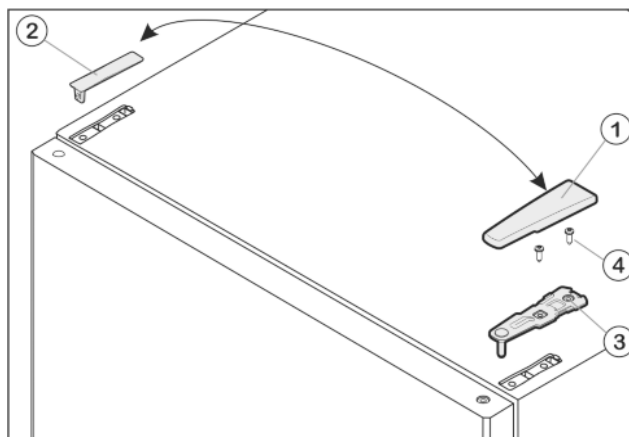

Fig. 8
- ▶ Drag bort täckbrickan Fig. 8 (1) framåt och uppåt.
- ▶ Lyft bort täckbrickan Fig. 8 (2).
- ▶ Skruva bort övre lagerbock Fig. 8 (3) (2 gånger Torx® 25) Fig. 8 (4) och drag bort den uppåt.
- ▶ Sätt i övre lagerbock Fig. 8 (3) på den nya gångjärnssidan i dörren.
- ▶ Skruva fast övre lagerbock (**med 4 Nm**) (2 gånger Torx® 25) Fig. 8 (4). Borra eventuellt upp skruvhålen eller använd skruvdragare.
- ▶ Sätt på och lås fast täckbricka Fig. 8 (1) och täckpanel Fig. 8 (2) på motsatta sidan utifrån.